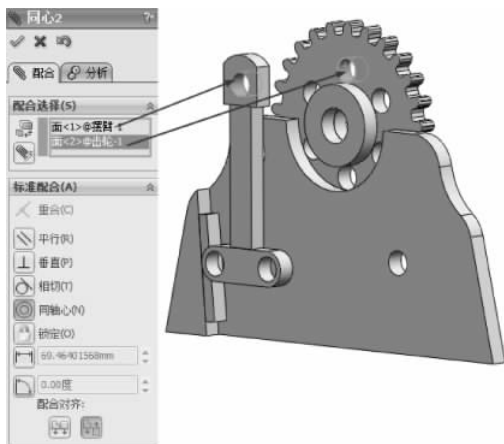

图 3-140 同轴心配合
(3) 单击【装配体】工具栏中的【配合】按钮,弹出【配合】的属性设置。选择【标准配合】选项组下的【同轴心】配合类型,在【要配合的实体】选择框中选择如图 3-140 所示的面,其他保持默认,单击【确定】按钮,完成同轴心配合。